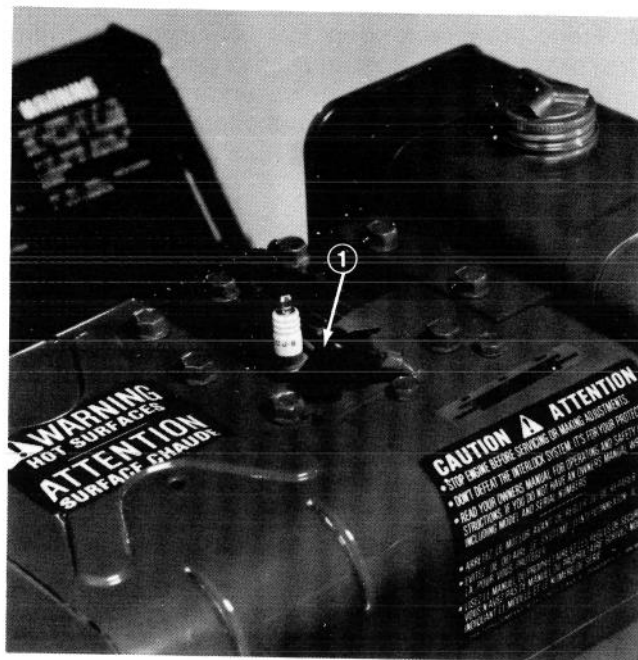

Fig. 38
2. Tag ledningen af tændrøret (Fig. 38) og skru tændrøret ud af topstykket
4. Sæt ledningen tilbage på tændrøret (Fig. 38).